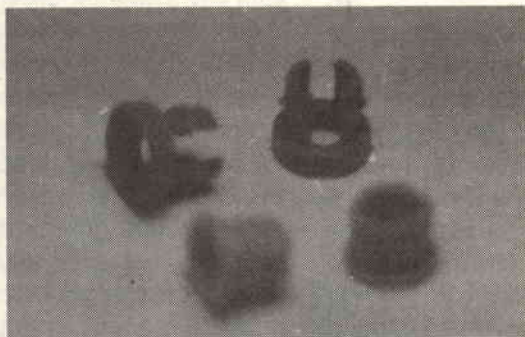

figura 3 - I due tipi di isolatori per il dipolo.
2) Si taglia un tubetto di alluminio di \varnothing esterno 6 mm lungo 322 mm e lo si fissa come in figura 2, isolandolo dal boom con le boccoline di figura 3. Come si vede, le boccoline sono di due tipi a scelta: quelle più scure, si trovano dai costruttori di infissi di alluminio, le più chiare (sfocate!), sono la parte terminale dei tasselli ad espansione in plastica, modello Friulsider $\varnothing 8$ mm. Una vite passante $\varnothing 4$ mm (indicata con una freccia in fig. 2), possibilmente inox, blocca il dipolo e fornisce all'esterno il centro elettrico del dipolo su un terminale a saldare (punto P).